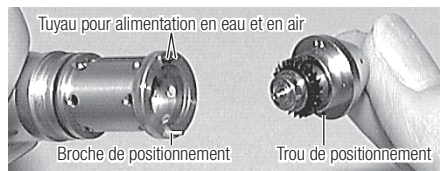

Fig. 17
- 3) Lorsque vous insérez une nouvelle cartouche, alignez les tuyaux d'alimentation en air et en eau ainsi que la broche de positionnement avec les trous situés dans le nez de la cartouche et enfoncez-la en ligne droite (Fig.17).